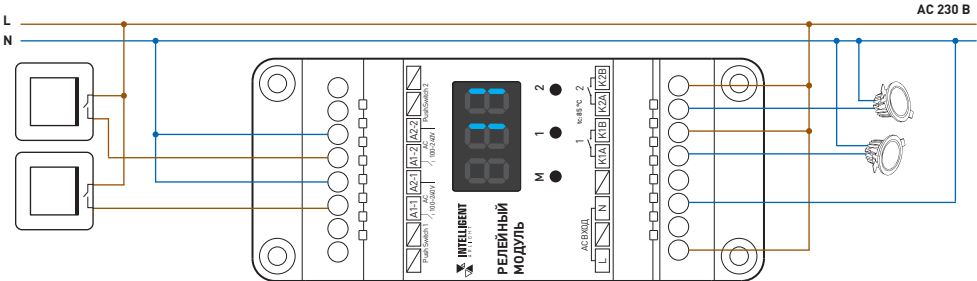

Рис. 4. Схема подключения модуля
- 3.4. Подключите модуль согласно схеме на рис. 4.